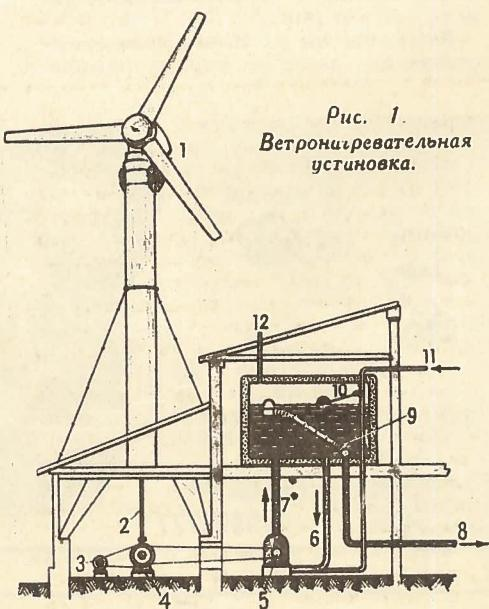

Рис. 1.
ние оборудования ветроагревательной установки (рис. 1), снабжающей потребителей горячей водой (или паром), может быть таким. Вращение крыльев (1) передается к нагревательной установке через вертикальный вал (2). От вала энергия передается на редуктор (4), увеличивающий скорость вращения, и через ременную передачу и шкив врашает индуктор электровихревого котла (5).